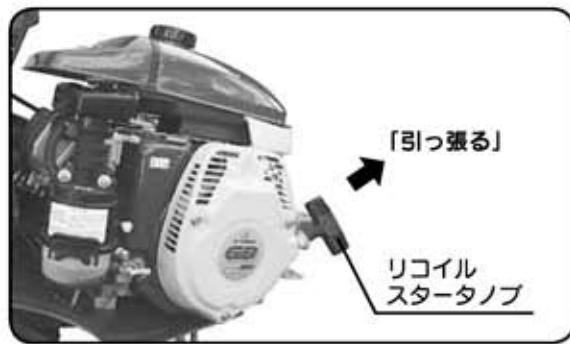

図15
- ⑥ リコイルスタータを圧縮のあるところまで軽く引き、この位置から勢いよく引っ張ります。エンジンが始動したらチョークを徐々に元の位置にもどします。(リコイルスタータを1~2回操作しても始動しないときは、そのまま何回も引っ張っていると燃料の吸いすぎとなり、始動が更に困難となりますので、チョークを元の位置にもどしてリコイルスタータを引っ張ってください) (図15)